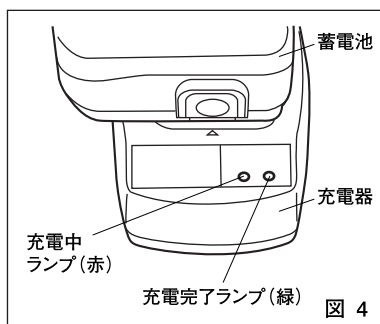

図 4
- ③ 充電器の差込プラグを電源に差し込んでください。充電中ランプ(赤色)が点灯し充電が始まります。充電完了ランプ(緑色)が点灯すると充電完了です。約60分で充電完了です。(図4)